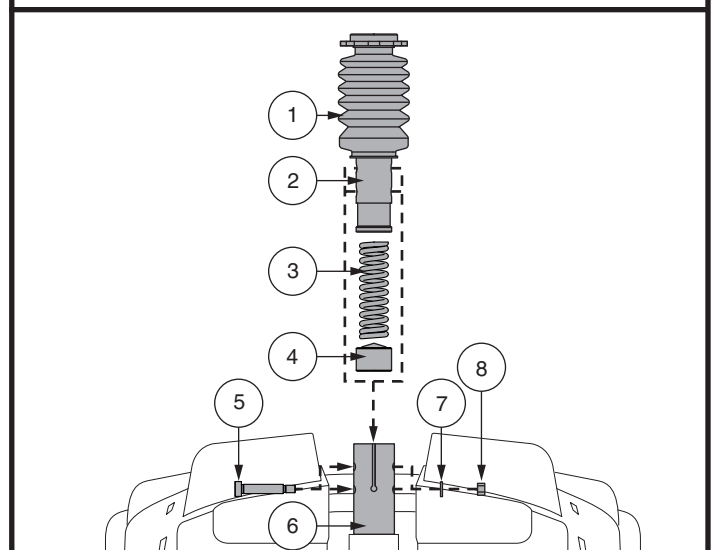

Figure 24. Réglage hauteur du siège - Montant du siège confort
4. Poussez vers le bas le montant du siège tout en desserrant et en enlevant le boulon à épaulement, la rondelle et l'écrou. Voir la figure 24.
6. Installez le ressort de confort désiré. **Voir la figure 24.**